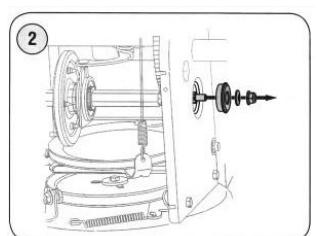

Рис. 39
3. Осторожно снимите шестигранную гайку и шайбу, которые фиксируют (см. рис. 39) шестигранный вал к раме снегоочистителя и слегка поступите по концу вала, чтобы сместить шарикоподшипник с правой стороны рамы.